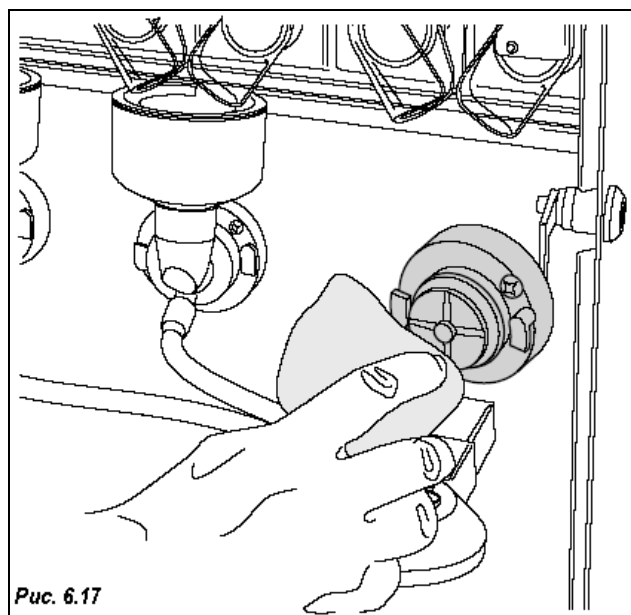

Рис. 6.17
- Губкой, смоченной в моющем растворе, протрите основание миксера (рис. 6.17).